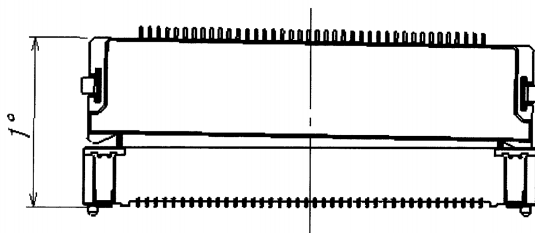
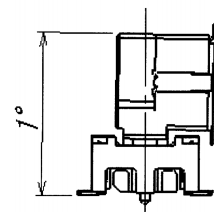

図4/ Fig.4
図5/ Fig.5
- ・嵌合時の許容角度は図4、図5になりますので、記載角度以下で使用してください。
Please mate it below the angle of the figure 4, 5.